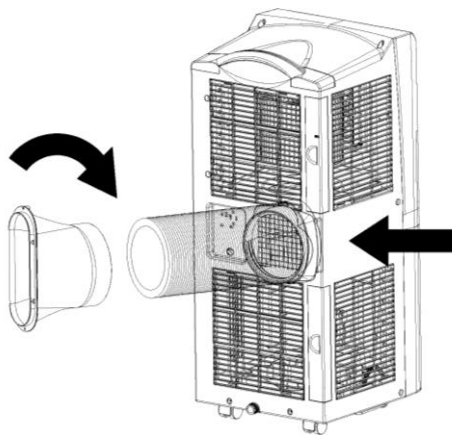

Figura 1
2) inserte el ensamblaje del tubo de calor (el extremo de la junta de escape) en la ranura de ventilación del panel posterior (empuje hacia la izquierda) y complete el ensamblaje (como se muestra en la figura 1).